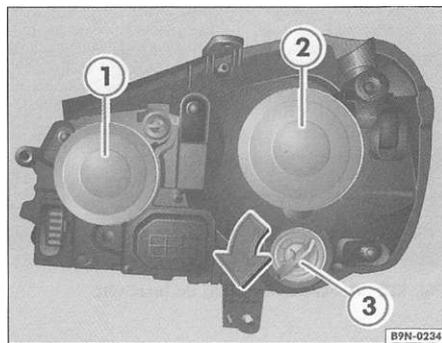

Fig. 122 Vista geral das lâmpadas do farol dianteiro
- Remova a cobertura => fig. 122